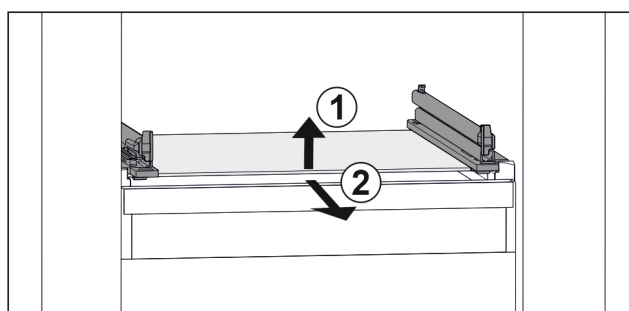

Fig. 137 Exemple de représentation de la tablette en verre
- ▶ Soulever la tablette en verre par l'avant. Fig. 137 (1)
- ▶ Retirer la tablette en verre par l'avant. Fig. 137 (2)